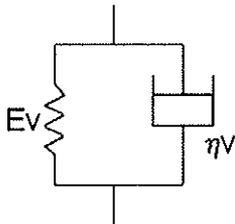

Figure 3 : Corps analogique considéré pour représenter le module  $E(t)$  du corps B
2) On suppose que le matériau B est viscoélastique linéaire isotrope (VELI). Après avoir écrit la loi de comportement donnant la déformation en fonction de la contrainte pour un corps VELI en utilisant la transformée de Stieljis (et également en transformée de Carson), on vérifiera que la fonction  $E(t)$  (module d'Young) du corps B peut s'obtenir comme la combinaison d'un ressort de rigidité «  $E_v$  » et d'un amortisseur de viscosité «  $\eta_v$  », placés en parallèle (figure 3). Donner la valeur du module ( $E_v$ ), de la viscosité ( $\eta_v$ ) et du coefficient de Poisson ( $\nu_v$ ). Le coefficient de Poisson est-il fonction du temps ? Donner ensuite la fonction  $E(t)$  et sa transformée de Carson  $E^*$ .